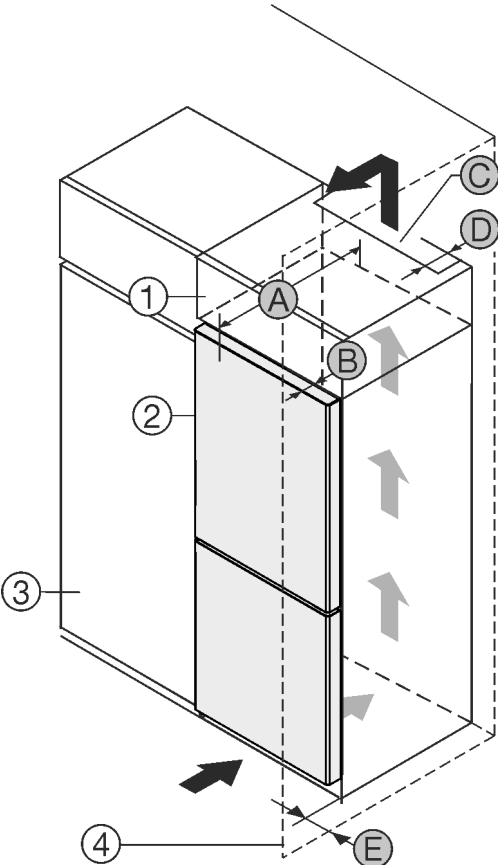

Fig. 1
- (1) Armario superior *
- (2) Aparato *
- (3) Armario de cocina *
- (4) Pared *
- (A) Profundidad del aparato *
- (B) Profundidad de la puerta *
- (C) Sección transversal de ventilación *
- (D) Distancia con respecto a la parte trasera del aparato *
- (E) Distancia con respecto al lateral del aparato *
Puede colocar el electrodoméstico directamente al lado del armario de cocina Fig. 1 (3).*
En la parte trasera del armario superior debe haber una cámara de salida de aire con una profundidad Fig. 1 (D) que abarque toda la anchura del armario.*
Bajo el techo de la estancia debe mantenerse la sección transversal de ventilación Fig. 1 (C).*
Si el electrodoméstico se instala con las bisagras junto a una pared Fig. 1 (4), la distancia entre el electrodoméstico y la pared debe ser de como mínimo 13 mm. *
Si el electrodoméstico se instala con las bisagras junto a una pared Fig. 1 (4), la distancia entre el electrodoméstico y la pared debe ser de como mínimo 20 mm. *
Para poder abrir totalmente la puerta, el electrodoméstico debe sobresalir la profundidad de la puerta Fig. 1 (B) respecto del frente del armario de cocina. El electrodoméstico puede sobresalir más en función de la profundidad de los armarios de cocina Fig. 1 (3) y del uso de distanciadores de pared.*